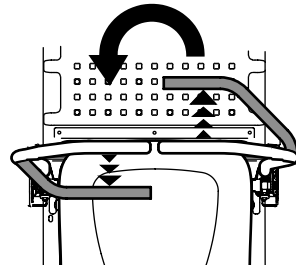

Figura 29
3. Para girar en sentido contrario a las agujas del reloj, mueva la palanca de control de la transmisión derecha hacia adelante mientras mueve simultáneamente la palanca de control de la transmisión izquierda hacia atrás (Figura 29).